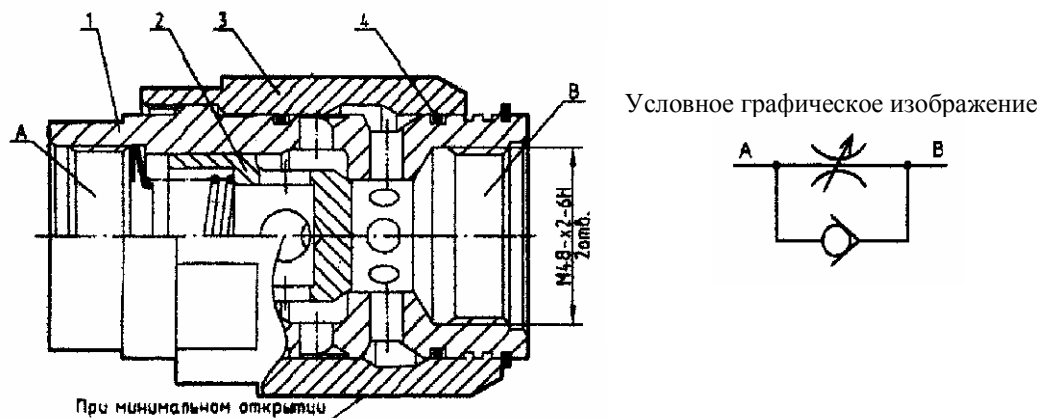

Рис. 46 Дроссель с обратным клапаном
11. ДРОССЕЛЬ С ОБРАТНЫМ КЛАПАНОМ (рис. 46)